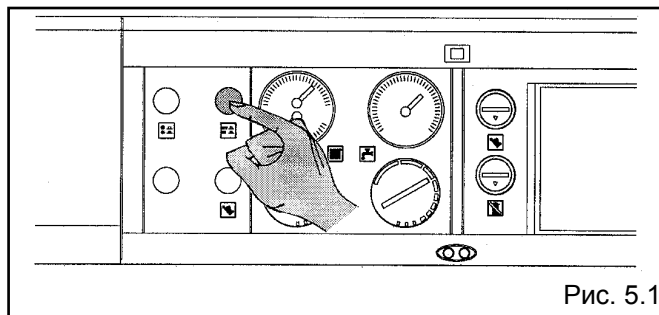

Рис. 5.1
Если котел не будет использоваться в течение непродолжительного времени, нажмите главный выключатель и убедитесь в том, что светодиод погас (рис. 5.1).
- нажмите главный выключатель и убедитесь, что зеленый светодиод погас (рис. 5.1);